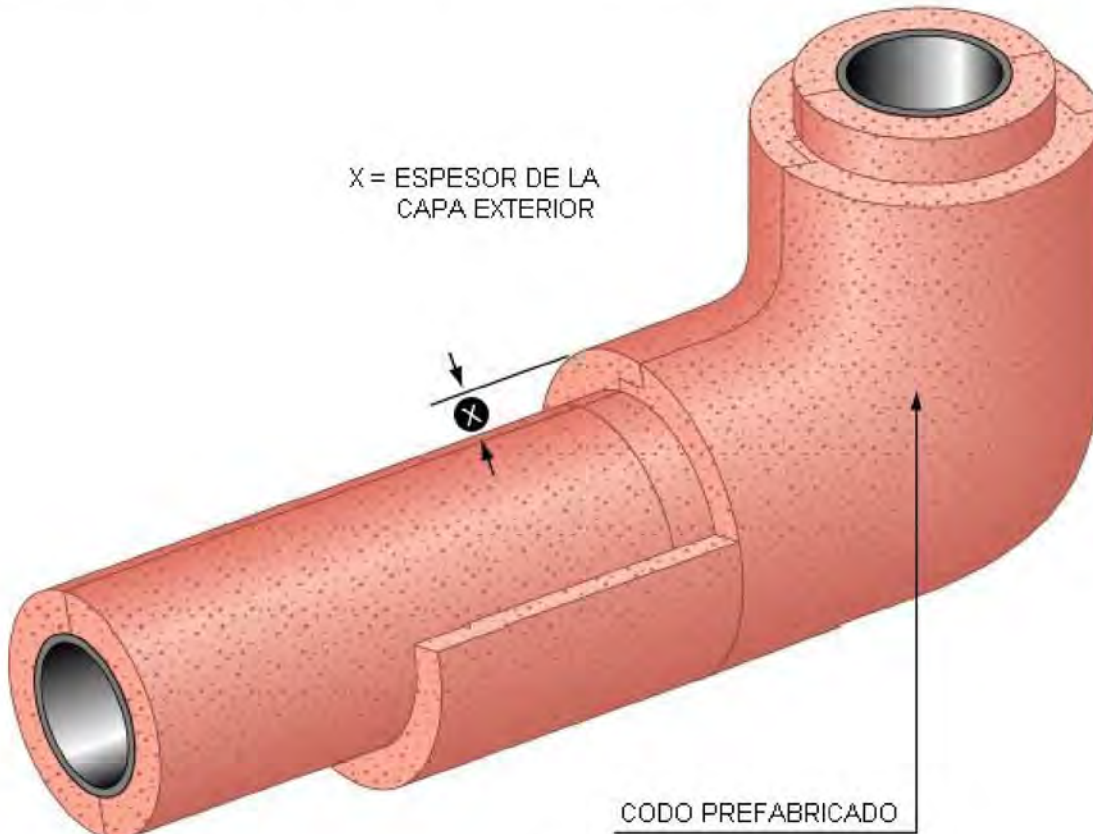

Figura 4
- 4.1.4 Si se precisa un sistema de doble capa, todos los accesorios deberán ir con doble capa. Los accesorios deberán ser cortados a todo el espesor en vez de ser de doble capa si son fabricados con extremos rebajados. La profundidad del rebajo se cortará según el espesor de la capa interior para que la capa exterior pueda ser traslapada y se cree una junta alternada. Véase la Figura 4 en el Apéndice B.